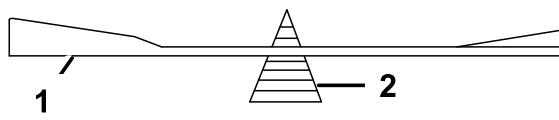

Figure 99
- 2. Vérifiez l'équilibre de la lame en la plaçant sur un équilibrer (Figure 99).